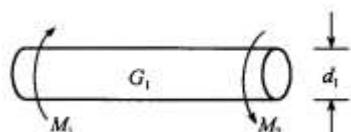

图 1
7. 在下图 1、2 所示两受扭圆轴中， $M_1=M_2$ ,  $d_1=d_2$ ，材料的剪切弹性模量  $G_1 < G_2$ ，两轴中最大切应力间的关系为\_\_\_\_\_。